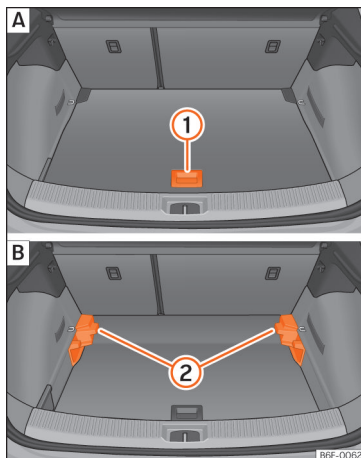

Abb. 144 Variabler Gepäckraumboden: [A] Hochstellung; [B] Tiefstellung.
- Um von der niedrigen in die hohe Position überzugehen, heben Sie den Boden am Haltegriff »» (Abb. 144) ① an und ziehen Sie ihn nach hinten, bis der vordere Teil des Bodens vollständig über den Halterungen ② liegt.
- Den Gepäckraumboden nun bis zum Anschlag an den Rücksitzlehnen nach vorne schieben und mit Hilfe des Haltegriffs ① absenken.
- Um von der hohen in die niedrige Position überzugehen, heben Sie den Boden am Haltegriff »» (Abb. 144) ① an und ziehen Sie ihn nach hinten, bis der vordere Teil des Bodens vollständig über den Halterungen ② liegt.
- Den vorderen Teil auf den Boden absenken und diesen bis zum Anschlag an den Rücksitzlehnen nach vorn verschieben und dabei den Boden gleichzeitig mit Hilfe des Haltegriffs ① absenken.
- Bei einem variablen Boden in hoher Position diesen am Haltegriff anheben »» (Abb. 144) ①, daran ziehen und in Richtung der Rücksitzlehne bewegen bis der Boden an der Scharnierlinie eingeklappt wird und sich der bewegliche Teil des Bodens auf diesem befindet.